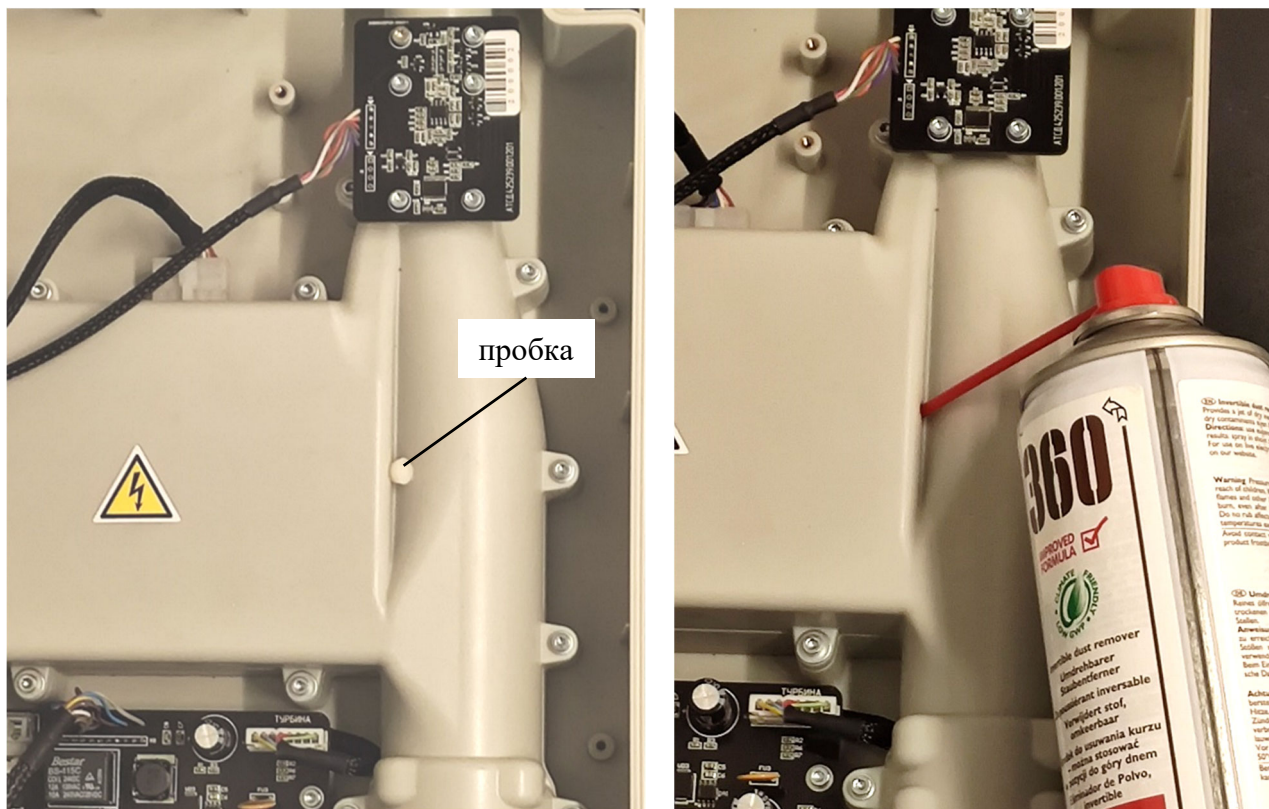

Рисунок 21 – Продувка сжатым воздухом камеры датчика дыма
8.4 Для продувки сжатым воздухом камеры датчика дыма необходимо снять переднюю крышку извещателя. Вынуть силиконовую (белую) или резиновую (черную) пробку из отверстия на воздушном канале (рис. 21), вставить трубку баллона со сжатым воздухом в отверстие на 30 – 35 мм под углом 40°. Изменяя положение трубки сделать 4 - 5 коротких пуска сжатого воздуха с промежутками по несколько секунд. Вставить пробку в отверстие на воздушном канале. Через несколько минут, после снижения показаний уровня оптической плотности, перевести извещатель в дежурный режим в меню «ОПЕРАТОР» и провести калибровку датчика дыма в меню «ТЕХНИК».